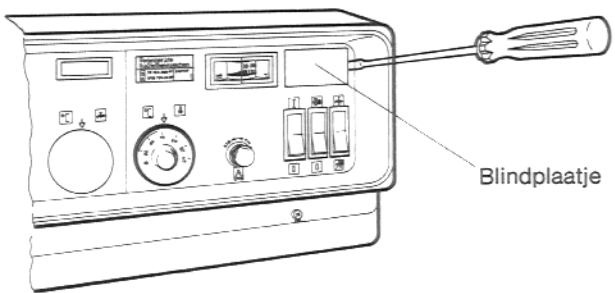

Fig. 1
1.1 Het blindplaatje (fig. 1) met behulp van een kleine schroevendraaier verwijderen.
1.2 De zich hierachter bevindende aansluitklemmen naar voren uit de opening trekken, de bedrijfsurenteller hierop aansluiten en vervolgens in de opening plaatsen (fig. 1 a).